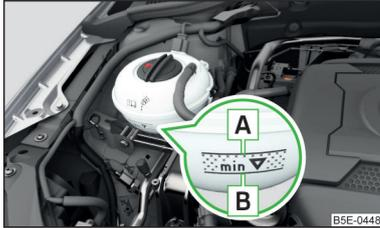

Abb. 181
Die Bezeichnung des Kühlmittels ist auf dem Kühlmittelausgleichsbehälter aufgeführt » **Abb. 181 auf Seite 205.**
- Das Kühlmittel nicht über die Markierung **A** auffüllen » **Abb. 181 auf Seite 205.**
Kühlmittelausgleichsbehälter » Abb. 181
➤ Den Kühlmittelstand am Kühlmittelausgleichsbehälter prüfen » Abb. 181.
Bei betriebswarmem Motor kann das Prüfergebnis ungenau ausfallen. Der Stand kann auch über der Markierung **A** » Abb. 181 liegen.